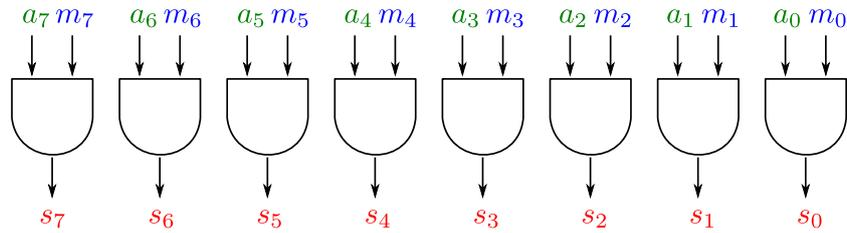

FIGURE 8 – Masque binaire sur 8 bits .
1. La figure 8 propose un câblage d'un masque binaire sur 8 bits (un octet). Les entrées m forment le masque et s est le résultat de l'opération du masque m avec l'entrée a .